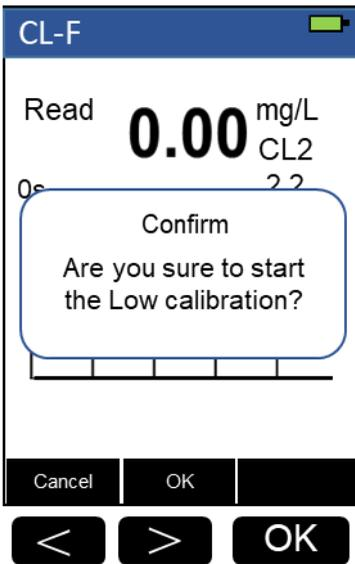

图 17: 空白校准
- 3) 界面如图17所示。仪器会同时测量电导率和温度。电导率读数应该与加入的标准溶液接近，但不一定完全相同。
2. 按 **Cal / Sys** 按钮，然后选择 **Blank-C** 进入校准屏幕，如图 17 所示。
2. 如果测量值与已知校准标准液浓度不同，按 **Cal/Sys** 按钮，选择高标定按钮 **Cal-L**，进入标定界面，如图 17 所示。